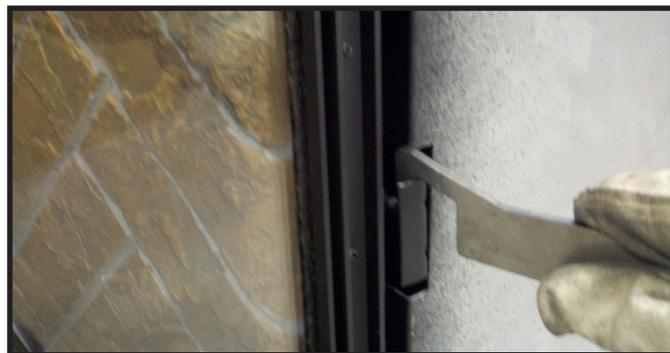

Figure 11.7. Sécuriser les clips de vitre latéraux
3. Désengager les clips de vitre de gauche et droite, un à la fois en utilisant l'outil de retrait/installation du clip de vitre. Insérez l'outil à partir du sommet du clip de vitre latéral. Tirez légèrement l'outil pour dégager le clip de côté. Voir la figure 11.7.
5. Assurez-vous que le panneau de verre fixe est bien serré contre la face de la boîte à feu. Engagez les clips de vitre de gauche et droite en utilisant l'outil du clip de vitre. Voir la figure 11.7.